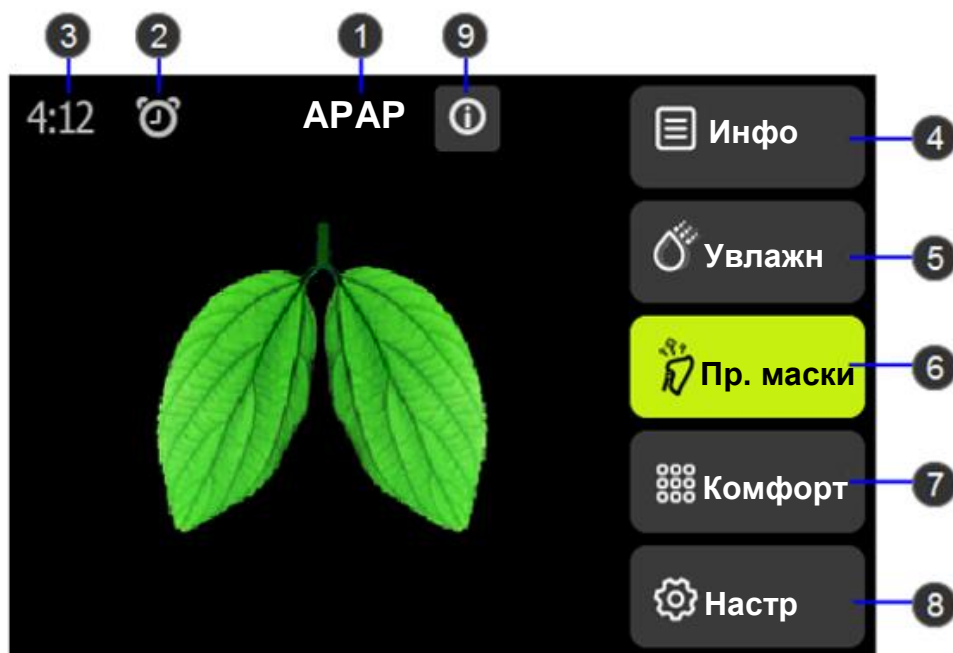

Рисунок 22 – Интерфейс ожидания терапии
1. Для включения аппарата убедиться, что на аппарат подано питание (см. п. 2.2.2). Сначала на экране отобразится полоса загрузки. Затем на экране отображается информация работы с данными (Data Sync), через 5 секунд откроется интерфейс ожидания терапии (см. рис. 22).
После включения аппарата на дисплее появляется интерфейс ожидания терапии (рис. 22) и отображаются настройки основных функций системы, а также значки активированных функций (табл.10).